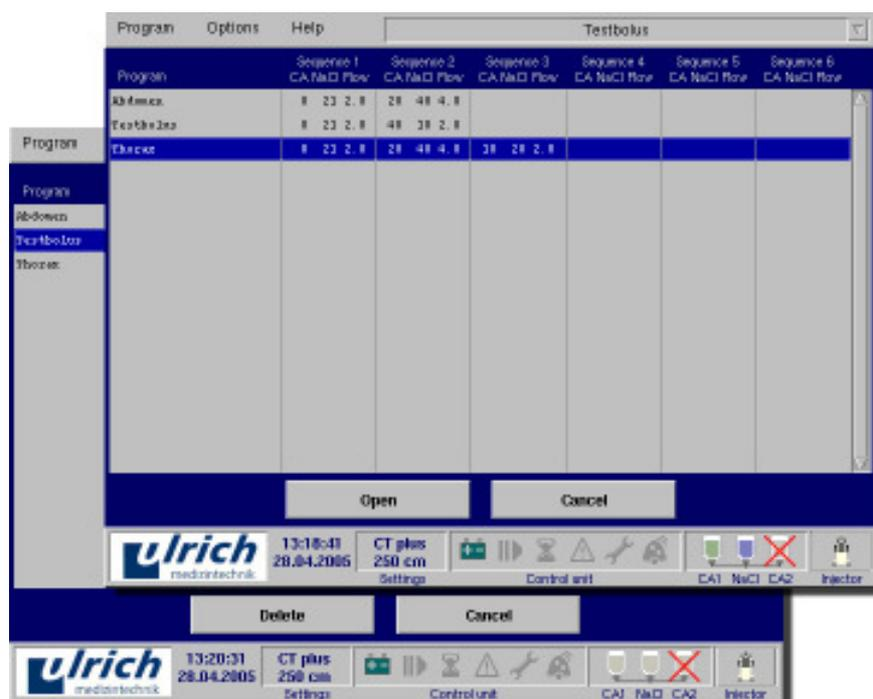

Рис. 7-6 Открытие или удаление программы
- Строка меню „Programm“ («Программа») ► „Open“ («Открыть») В виде таблицы отображается обзор сохраненных программ с параметрами инъекции (Рис. 7-6а). Щелчком мыши выбрать программу (строка маркируется синим цветом). Щелкнуть кнопку „Open“ («Открыть»).